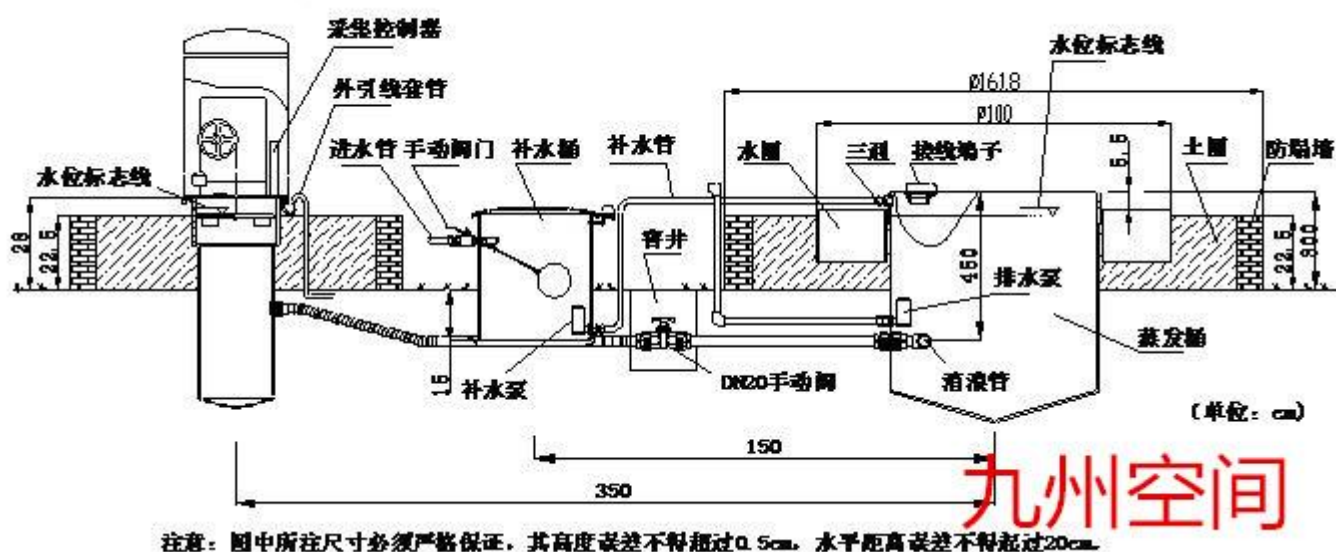
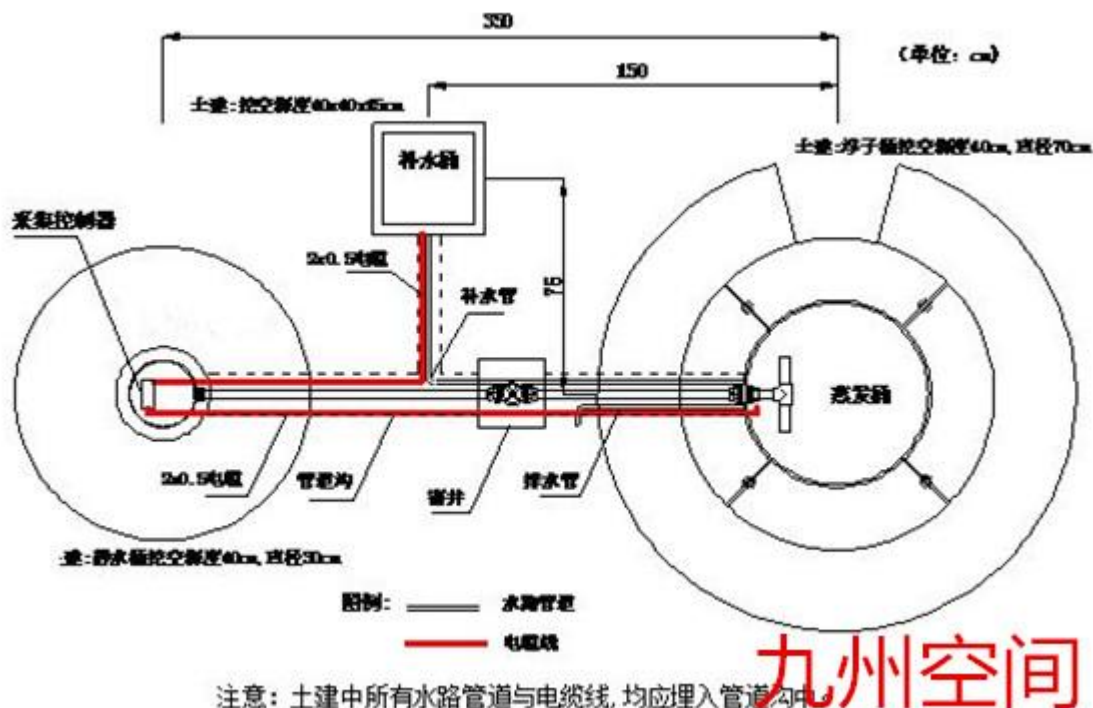
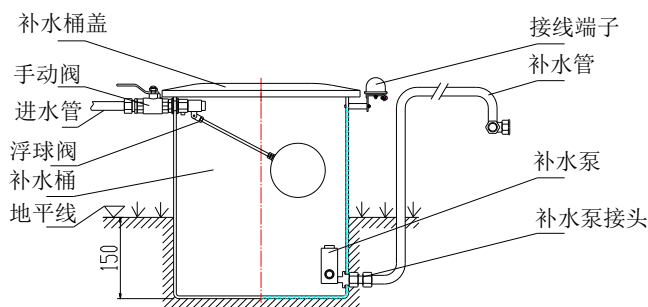

图1 JZ-01型数字水面蒸发计立面安装示意图
图 2 JZ-01 型数字水面蒸发计平面安装示意图
图3 自动补水装置
JZ-01型数字水面蒸发计的安裝立面见图1。
观测场内仪器设施的布置要注意互不影响，便于观测操作。见图2 JZ-01型数字水面蒸发计平面安装示意图。
5.3.1 按照图 1、图 2 尺寸要求挖好观测场内的管路和电路地沟，应当尽量选择路边不种植作物的土地，开挖深大于 30cm、宽 30cm 的沟槽（也可用砖砌电缆沟），电缆用塑料管作保护套管，穿线后测试确保各条线路畅通后填土埋实。沟槽如果必须经过草皮，应当重新铺好草皮。
5.6.1 参考图 2 和图 3 所示设备安装固定尺寸要求，开挖好浅坑。